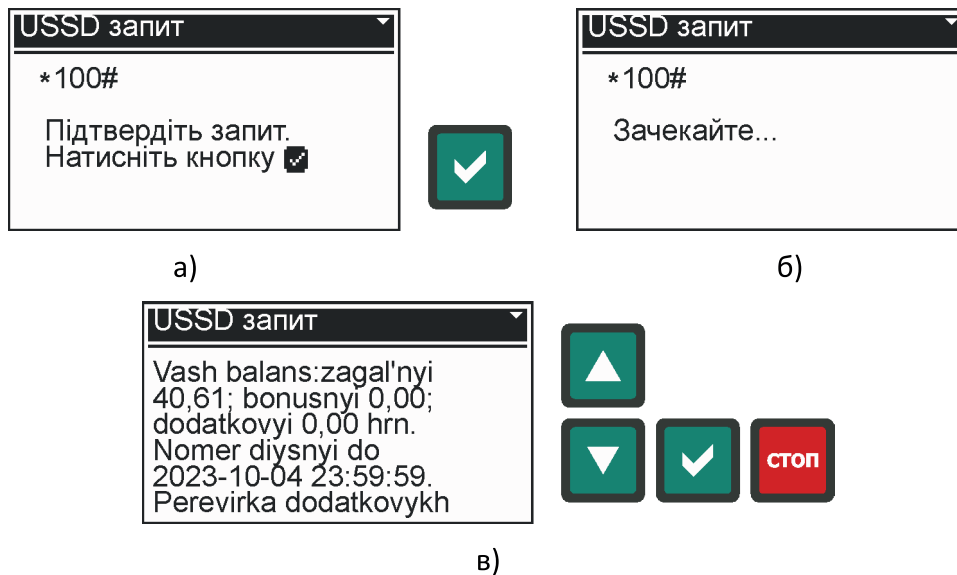

Рис. 5.18 – Меню «USSD запит»:
5.9.3.5.2 Меню «USSD запит» (рис. 5.18) дозволяє отримати необхідну інформацію від оператора мобільного зв'язку, наприклад перевірити баланс на рахунку. Для цього до контролера повинен бути підключений GSM модем (п. 5.11.2) і вибрано відповідне значення параметра P104 (табл. 5.8). Код USSD запиту визначається параметром P300 (табл. 5.8).